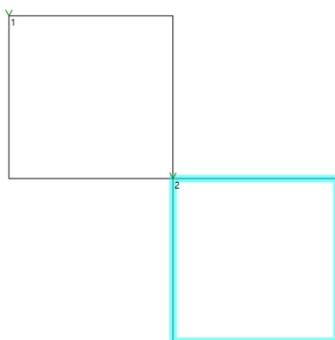

图 5.3.19a 选中需要延长的图形
①选中一个图形，该图形的尾部需要满足与另一个图形的边相交的条件。如图 5.3.19a 所示。